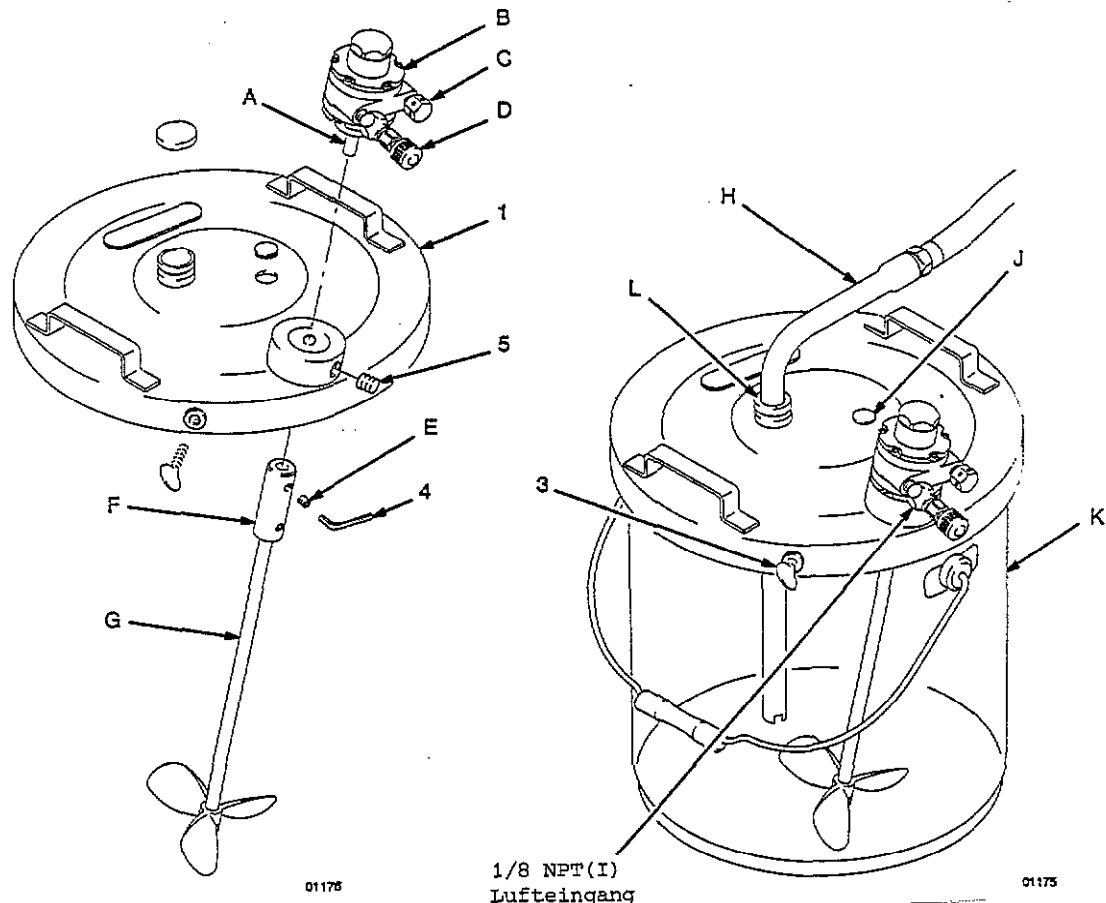

Abb. 3.1
Hinweis: Teile-Nummern und Buchstaben im nachfolgendem Text beziehen sich auf die Abb. 3.1.
1. Luftmotor (B) in die Öffnung des Deckels (1) einsetzen, wie in Abb. 3.1 gezeigt. Danach den Motor mit den beiden Schrauben (5) mit Hilfe des Sechskantschlüssels (4) befestigen.
2. Kupplung (F) auf die Welle (A) des Luftmotores aufschieben, danach die Rührwerks-welle (G) in die Kupplung hineindrücken. Mit den beiden Schrauben (E) die Kupplung befestigen.
3. Nadelventil (D) schließen. An den Ventileingang 1/8" NPT(I) einen Luftschlauch anschließen.
4. Rührwerk mit Deckel auf einen 19 Liter Farbeimer (K) montieren. Mit den Flügel-schrauben (3) befestigen.
Rührwerksgeschwindigkeit mit Hilfe des Nadelventiles (D) regeln, siehe Abb. 3.1. Das Rührwerk mit der niedrigst möglichen Drehzahl für eine gründliche Durchmischung der Farbe betreiben. Eine zu hohe Rührwerksgeschwindigkeit kann das Material zum Aufschäumen bringen.
1. Schalldämpfer des Rührwerkes (C), siehe Abb. 3.1, ausbauen und Öffnung mit Kerosin auffüllen.